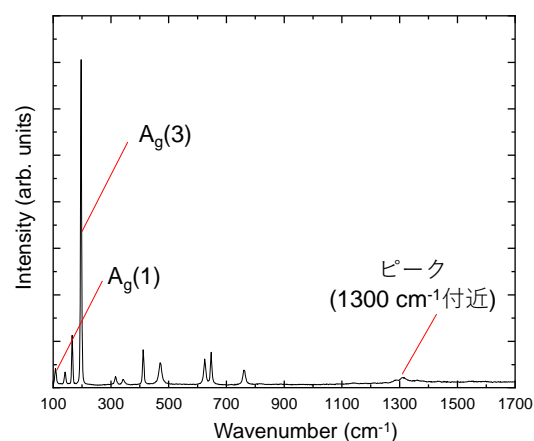
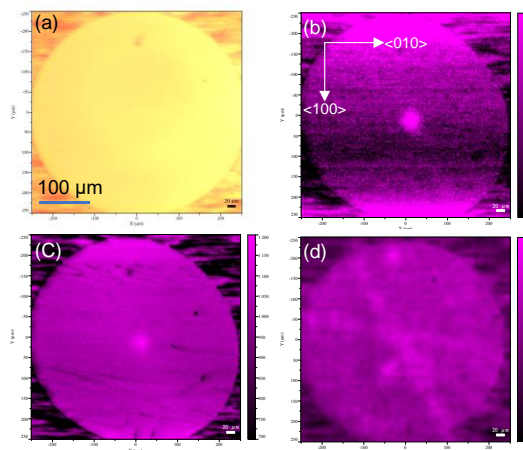

Fig. 1. Representative Raman spectrum at RT for  $\beta$ -Ga2O3.
Fig. 2. (a) Optical microscope image and Raman mapping images at (b) Ag(1), (c) Ag(3), and (d) 1300  $\text{cm}^{-1}$ .
[結果と考察] ラマンスpekトルの代表例を図 1 に示す。 $\beta$ -Ga2O3 には無極性光学フォノンとして 10 個の Ag モードと 5 個の Bg モードがあるが、全て 800  $\text{cm}^{-1}$  以下に観測された。また、1300  $\text{cm}^{-1}$  付近にはブロードなピークが観測された。図 2(a) に光学顕微鏡像、2(b) に Ag(1)、2(c) に Ag(3)、2(d) に 1300  $\text{cm}^{-1}$  でのラマンマッピング像をそれぞれ示す。図 2(a) の光学顕微鏡像では、上部の大きな黒点と数個の小さな黒点以外は特徴的な構造は観測できなかったが、ラマンマッピング像では図 2(c) のように、黒点を含め、ライン状の構造が観測された。さらに、図 2(d) に注目すると、(110) 方向に線状の像が確認できた。しかし、同様な構造は、図 2(b) や図 2(c) では観測できなかった。1300  $\text{cm}^{-1}$  付近に、C-H 基による散乱が現れることが報告されている[2]ことから、これは、基板作成時の化学機械研磨の跡が観測されていると考えられる。以上のように、光学顕微鏡では観測できない微細構造を、顕微ラマンマッピングにより可視化することができた。